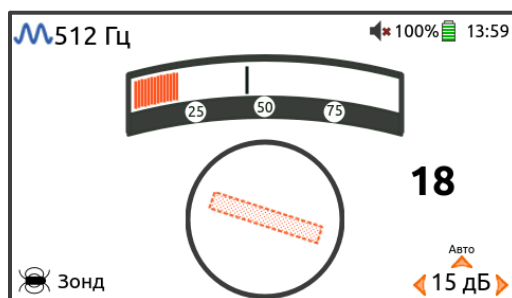

Рисунок 3.26 – Приемник получает сигнал от зонда
4. Перемещением приемника в сторону зонда получите на экране изображение указателя положения оси зонда - Рисунок 3.26.